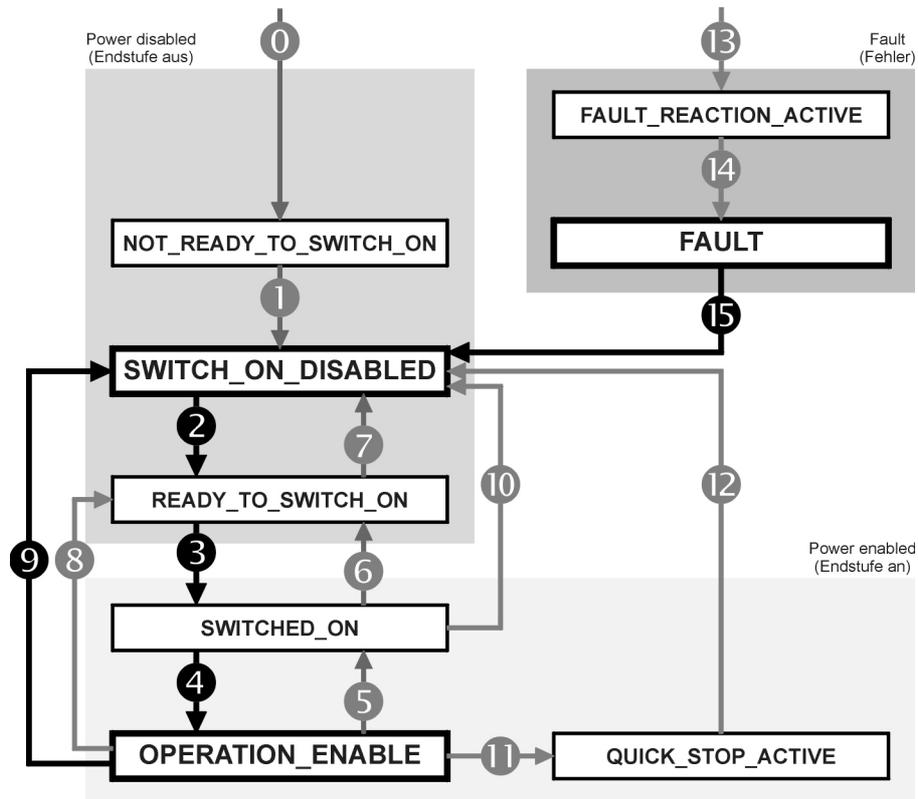

Abbildung 0.10: Zustandsdiagramm des Reglers
- 3.) Laut Zustandsdiagramm (Abbildung 0.10) sind die Übergänge 2, 3 und 4 auszuführen.